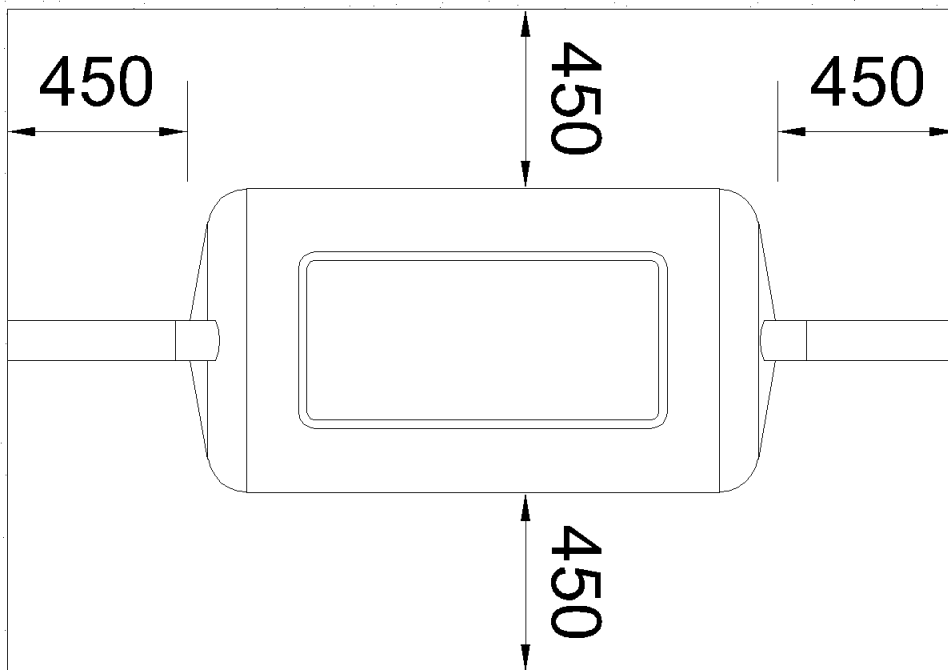
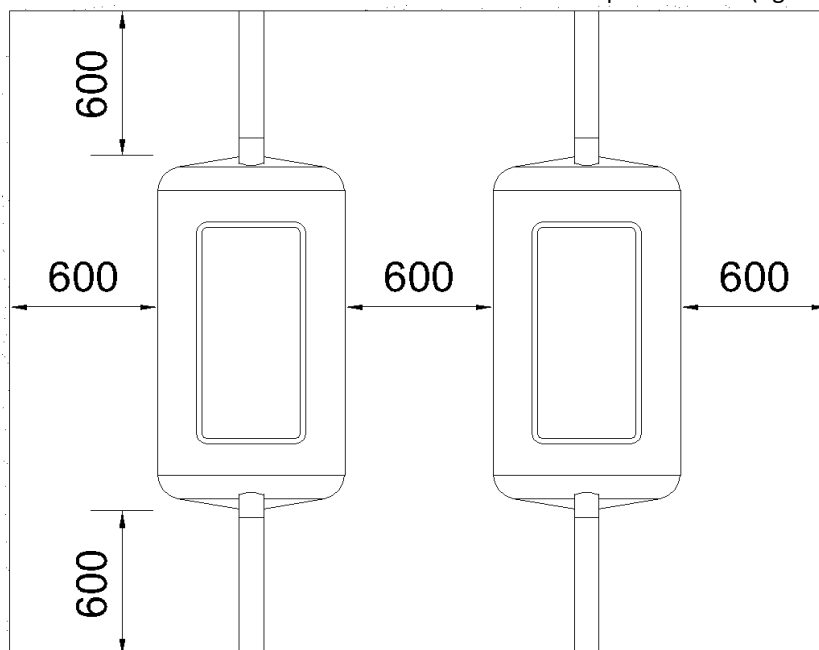

Figura 2 Distanze minime bordo scavo nel caso di Scavo Stabile
Figura 5 Distanze minime tra manufatti nel caso di Scavo Instabile
Da Figura 2 a Figura 5, sono riportate le distanze minime, tra manufatti e tra manufatto e bordi dello scavo.
- La distanza minima tra manufatti ed il bordo dello scavo è pari a 450 mm (figura 2).
- La distanza minima tra manufatti che condividono lo stesso scavo è pari 600 mm (figura 5).